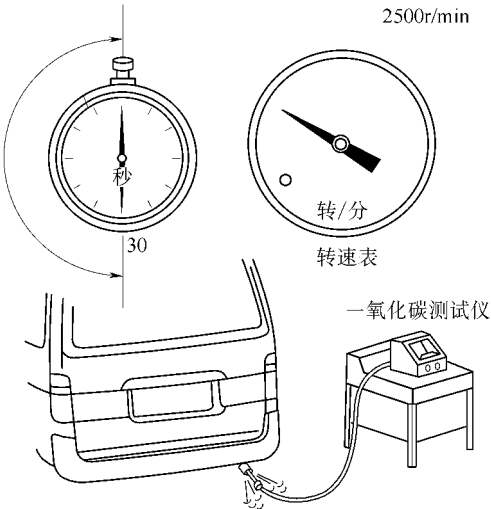

图 2-66 测量一氧化碳浓度
②测量一氧化碳浓度。测量前发动机以 2500r/min 的转速空转 3min。在空转之后等待 1~3min，将测试头插入尾管（深度至少为 40cm）进行测量浓度，如图 2-66 所示。